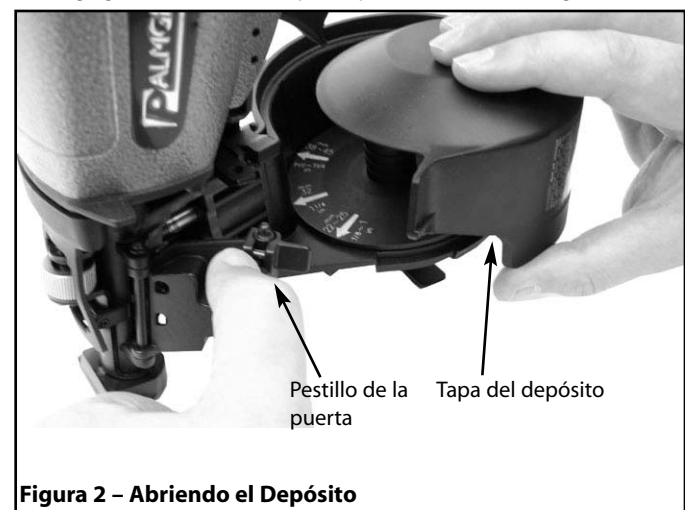

Figura 2 – Abriendo el Depósito
- Empuje el pestillo de la puerta hacia abajo y gire la puerta para abrirla; luego gire la cubierta del depósito para abrirla (véase la Figura 2).